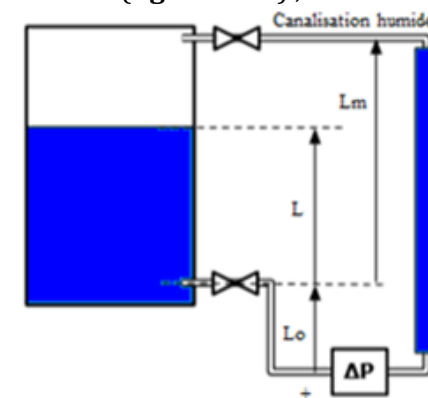

Figure 4.19 Réservoir avec condensation $\Delta P < 0$; $L = L_m + \frac{\Delta P}{\rho g}$
- **Si l'atmosphère est avec condensation**, le montage utilisera une canalisation humide (figure 4.19) ;